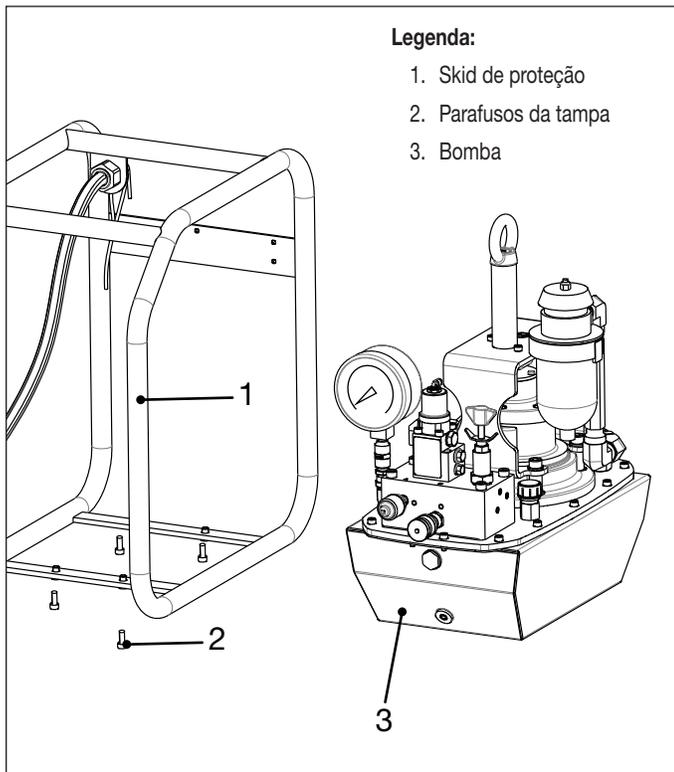

Figura 17: Bomba e skid de proteção
8. Remova os quatro parafusos de tampa segurando o skid de proteção no reservatório hidráulico. Veja Figura 17.
19. Prenda o reservatório hidráulico no skid de proteção com quatro parafusos de tampa. Aplique selante de rosca Loctite 243 nos parafusos e os aperte em 14,9-17,6 Nm [11-13 ft-lbs]. Veja Figura 17.